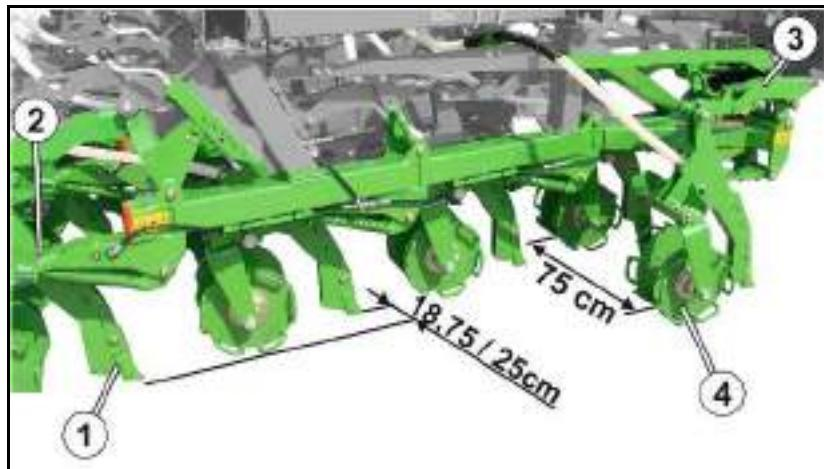

Рис. 40
Долотообразные сошники (Рис. 40/1) расположены в 4 ряда друг за другом со смещением. Расстояние между рядами – 18,75 см.
- существует возможность уклонения в горизонтальной плоскости благодаря нижней тяге из пружинной стали (Рис. 40/2);
- существует возможность уклонения в вертикальной плоскости с помощью изгибающейся верхней пружинной стальной тяги (Рис. 40/3).
Глубина заделки посевного материала определяется регулировкой глубины долотообразных сошников (Рис. 40/1). Установленная глубина передается на расположенные за долотообразными сошниками двойные диски (Рис. 40/4).